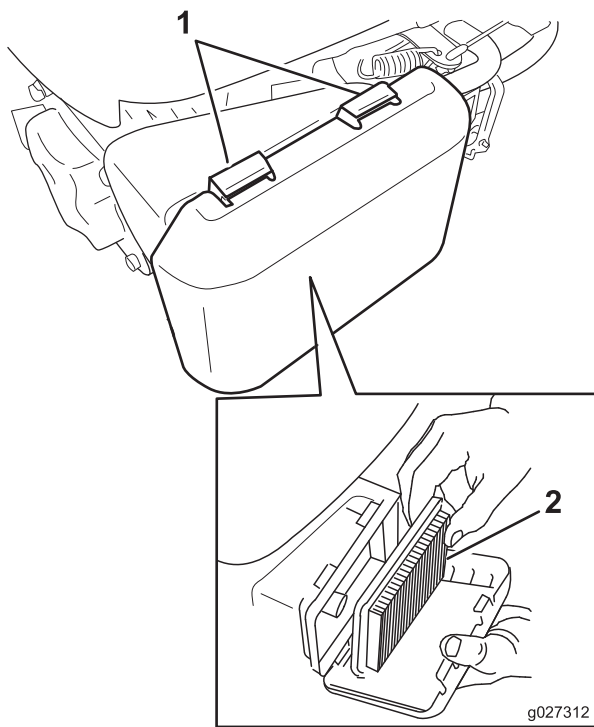

Figura 18
2. Presione hacia abajo los cierres de la parte superior de la tapa del limpiador de aire (Figura 18).